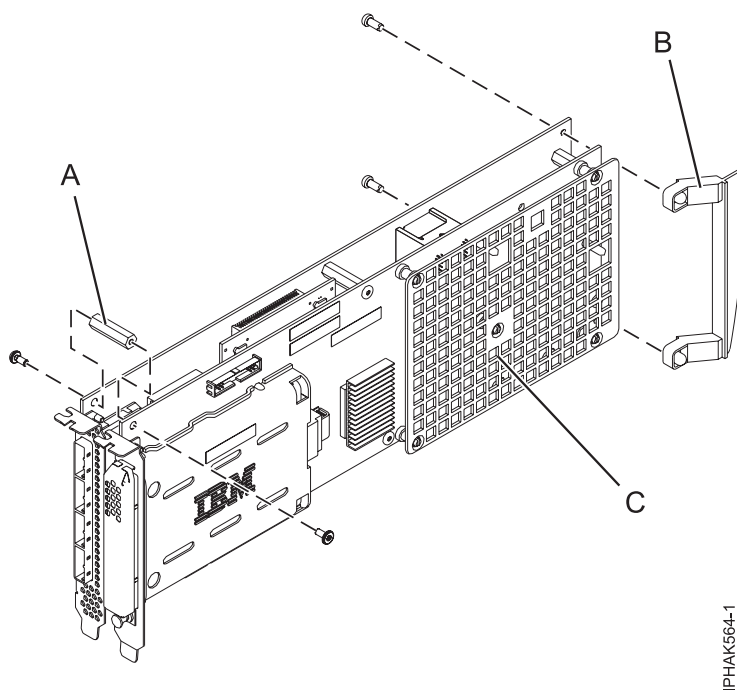

Figura 53. Extracció de la reixa de plàstic d'un adaptador SAS RAID PCI-X DDR d'1,5 GB de memòria cau
2. En un adaptador SAS RAID PCI-X DDR d'1,5 GB de memòria cau, traieu la reixa de plàstic (C) dels empalmaments de plàstic, però deixeu els empalmaments en el seu lloc. Consulteu Figura 53.